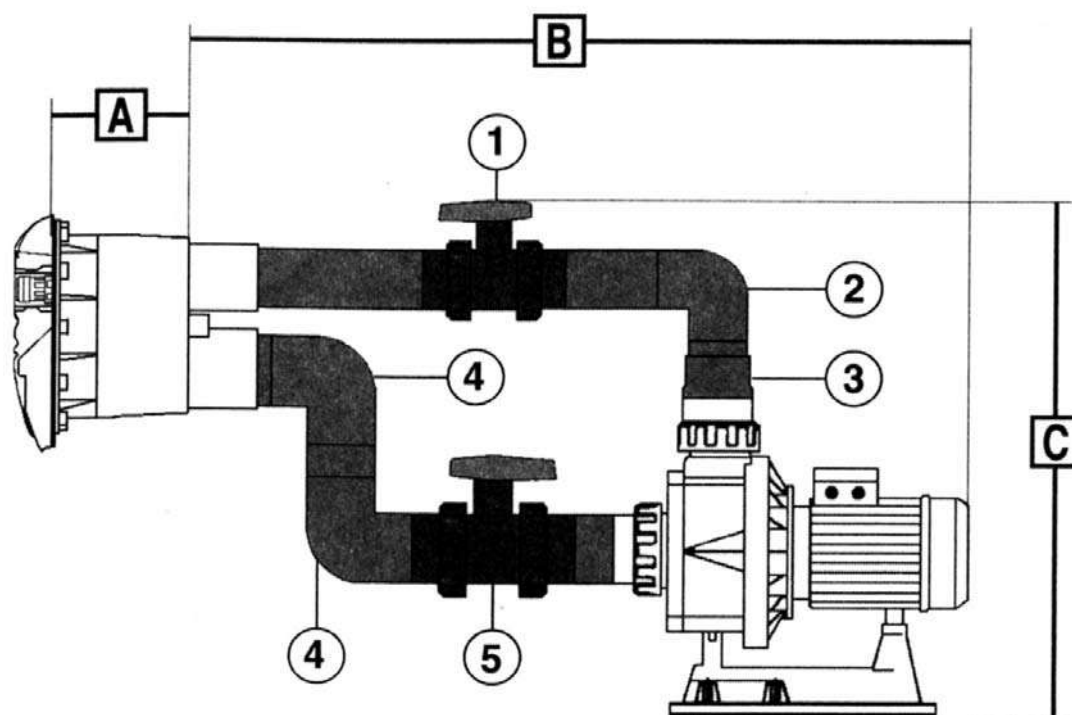

Рис. 7
- приклейте трубу 75 мм к сливному отверстию ниши (см. рис.7).
- приклейте клапан 75 мм (№1, рис.7) к трубе 75 мм.
- приклейте трубу 75 мм к клапану 75 мм (№1, рис.7).
- приклейте патрубок 75 мм (№2, рис. 7) к трубе 75 мм
- приклейте трубу 75 мм к патрубку (№2, рис.7)
- приклейте коническую переходную муфту 90/75/63 мм (№3, рис.7) к патрубку 75 мм (№2, рис.7) и соединительному элементу насоса (90 мм).
- используя трубу 90 мм, приклейте патрубок 90 мм (№4, рис.7) к всасывающему отверстию ниши (см. рис.7)
- используя трубу 90 мм, соедините другой патрубок 90 мм (№4, рис.7) к уже приклеенному патрубку (рис.7).
- приклейте клапан 90 мм (№5, рис.7) к патрубку (№4, рис.7), используя для соединения трубу 90 мм.
- приклейте трубу 90 мм к клапану (№5, рис.7) и соединительному элементу насоса (90 мм).